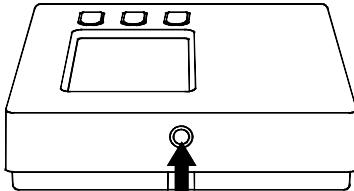

Fig. 3
- 1** Spingere, con l'aiuto di un cacciavite, la linguetta plastica situata nella feritoia posta sul lato sinistro, fino a sollevare leggermente la calotta (Fig. 3).